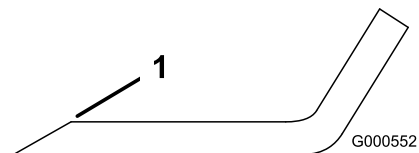

Figura 57
1. Utilice una lima para afilar el filo de corte en ambos extremos de la cuchilla (Figura 57).
Nota: Si la cuchilla no está equilibrada, rebaje algo el metal en la parte de la vela solamente (Figura 57).